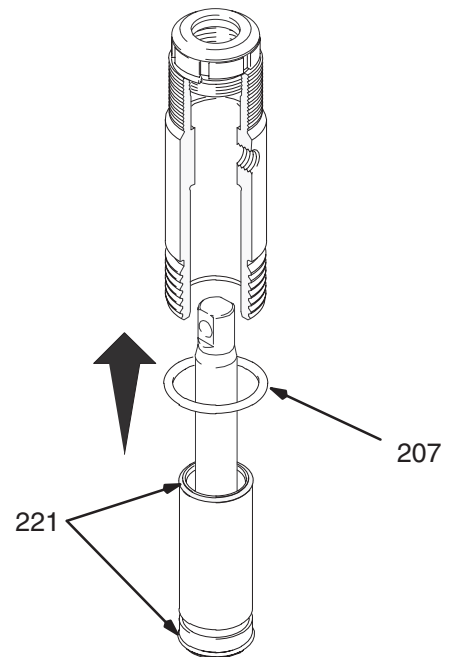

Fig. 17
Fig. 17. Engrase las juntas tóricas (221) y colóquelas en el manguito. Deslice el conjunto del manguito/eje del pistón en la parte inferior del cilindro. Si lo desea, reemplace la junta tórica (207).